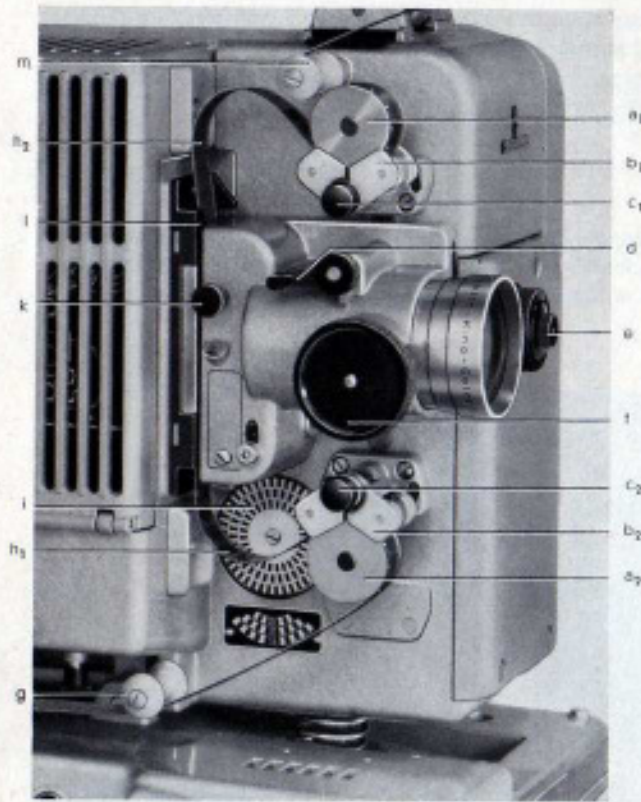

Bild 17 Projektor mit eingelegtem Film
6. Film auf der unteren Zahntrommel mit den Zähnen in Eingriff bringen und Andruckrollenhalter schließen (Bild 16). Größe der Schlaufen h_1 und h_2 auf Bild 17 beachten!
7. Film unter die vordere und hintere Führungsrolle g (Bild 17) legen und Filmende in die Leerspule einfädeln.
Fein: Drehen des Stellknopfes f (Bild 17).
Die zwischen zwei aufeinanderfolgende Filmbilder liegende Trennungslinie (der Bildstrich) durch Drehen an der Bildstrich-Einstellschraube k (Bild 17) aus der Bildfläche herausbringen. Bildstrich und Bildschärfe während der Vorstellung beobachten und gegebenenfalls nachstellen.